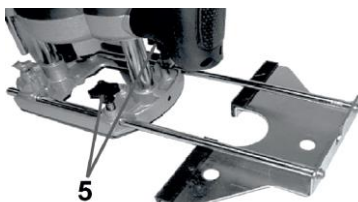

Рисунок 5
2.3.6 Паралельний (бічний) упор (рисунок 5) дозволяє виконувати прямолінійне фрезерування пазів на обрану відстань від краю деталі паралельно до контуру оброблюваної деталі.